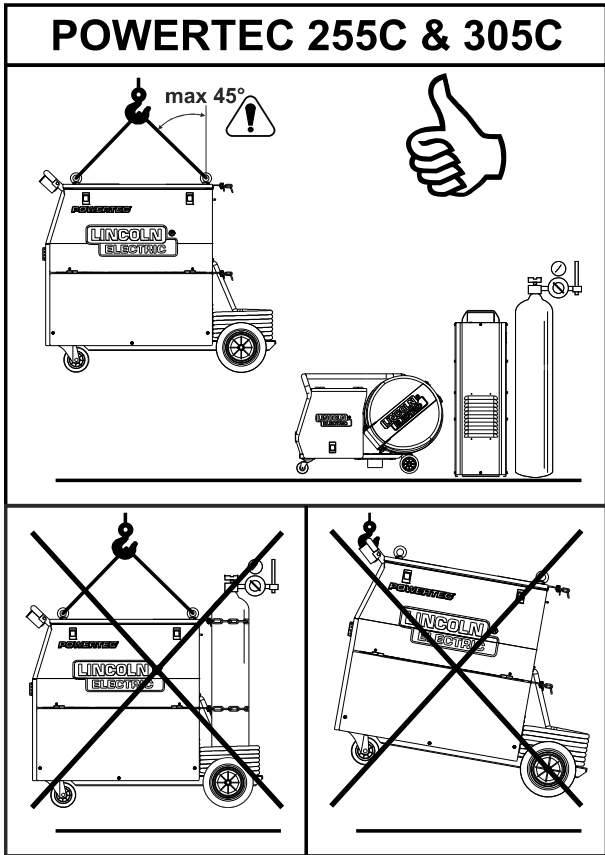

Figure 21.
Pour le transport et le levage en toute sécurité des appareils POWERTEC 255C & 305C (voir la Figure 21):
- Visser un boulon à œil et appliquer la charge axialement selon un angle de 45° conformément à la Figure 21.